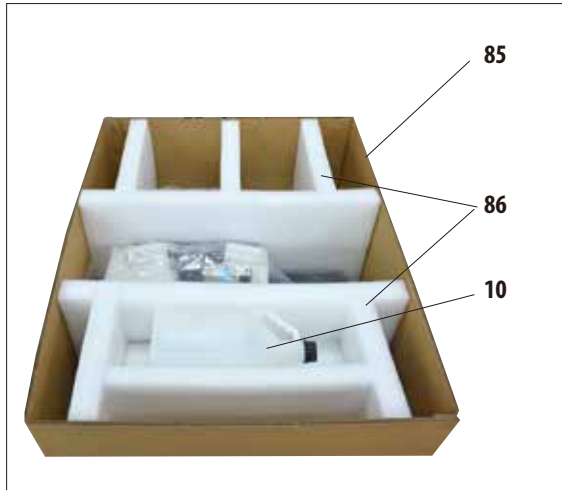

図 6
- まず、輸送用固定具から RTU ボトル (10) を外します。
- 発泡スチロール製の輸送用固定具 2 個 (86) を外します (図 6)。
- その後、パレット (87) から包装材の外側部 (85) を上に引いて外します。